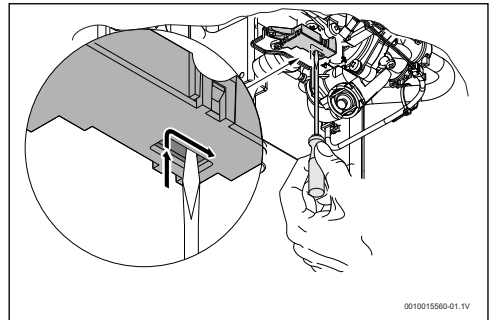

Fig. 24 *Rearme do micro-interruptor*
- ▶ Posicionar o micro-interruptor conforme Fig 24.